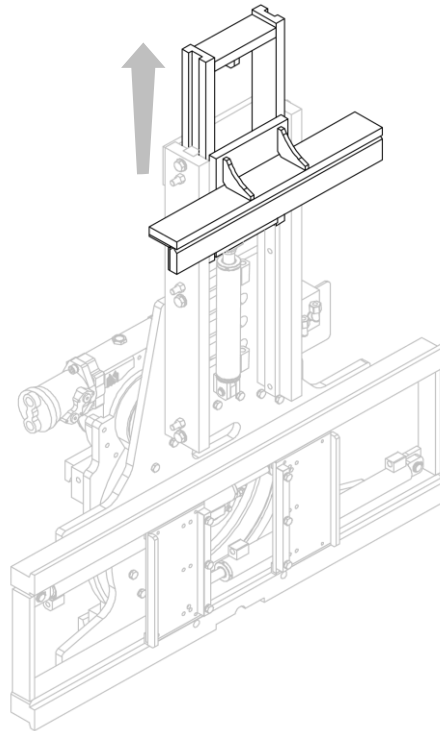

Figure 29
3. Retirer la structure mobile (voir *Figure 29*).